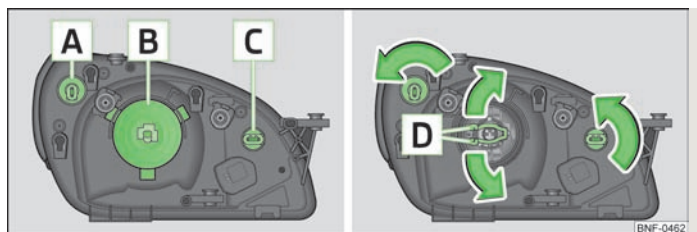

Fig. 120 Phare gauche - compartiment moteur : Emplacement/démontage de l'ampoule
A - clignotants avant » fig. 120
- » Faire tourner la douille de l'ampoule **A** » fig. 120 **en sens antihoraire** jusqu'en butée et la faire sortir.
- » Débranchez le connecteur de l'ampoule **B** » fig. 120.
- » Faire tourner la douille de l'ampoule **C** » fig. 120 **en sens antihoraire** jusqu'en butée et la faire sortir.